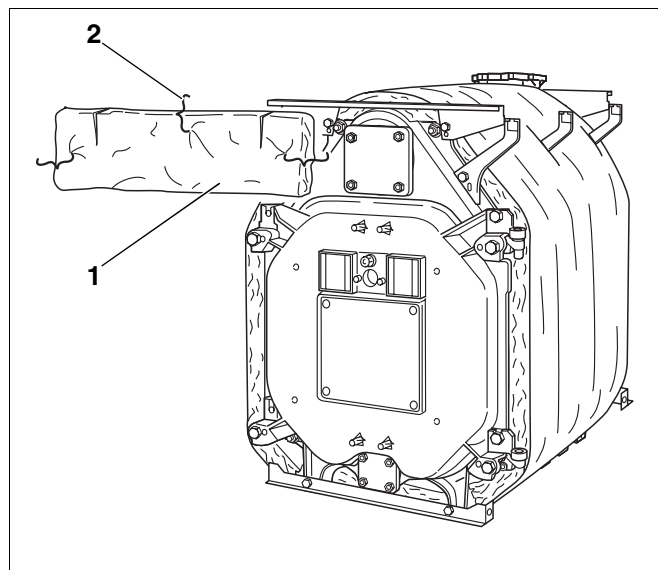

Fig. 43 Montering af den forreste isolering
- Monter den firkantede isolering (Fig. 43, **pos. 1**) med udkæringerne opad foran over døren.
- Fastgør isoleringen med 3 spændefjedre på blokkens isolering (Fig. 43, **pos. 2**).